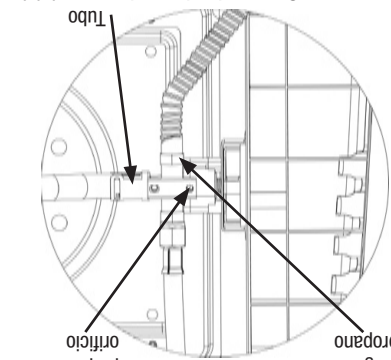
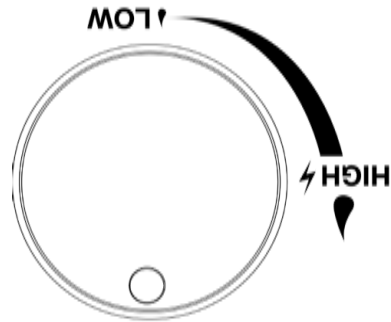

Figura 3
Figura 4
2. Asegúrese de que las perillas de control están en la posición "OFF" (apagado). Vea la Figura 3.
3. Abra el gas (ON) desde la válvula del tanque.
4. Aplique con una cuchara la solución de verificación de escapes en todas las ubicaciones marcadas con "X" (vea la Figura 4).
3. Todas las perillas tienen que estar en la posición "OFF" (apagado). Vea la Figura 3.
4. Abra (ON) el gas desde el tanque.